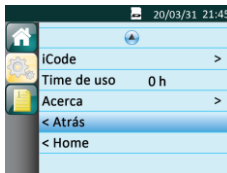

Fig. 13-8
(1) Volver a la interfaz de configuración inicial Mueva el cursor a la opción **Atrás** girando el **Botón de Mando** , como se muestra en la Fig. 13-8.